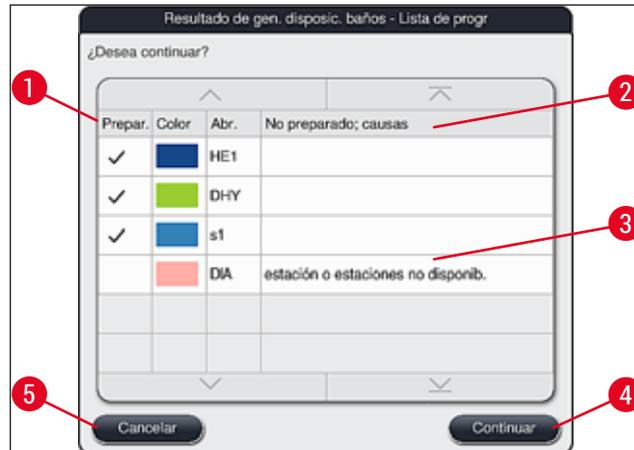

Fig. 52
- Si se han seleccionado más programas de los que se pueden integrar en la disposición de los baños, se informa al usuario mediante la indicación **Resultado de la generación de la disposición de los baños** (→ "Fig. 52"). Los programas bien integrados se indican con una marca en la casilla Prepar. (→ "Fig. 52-1").